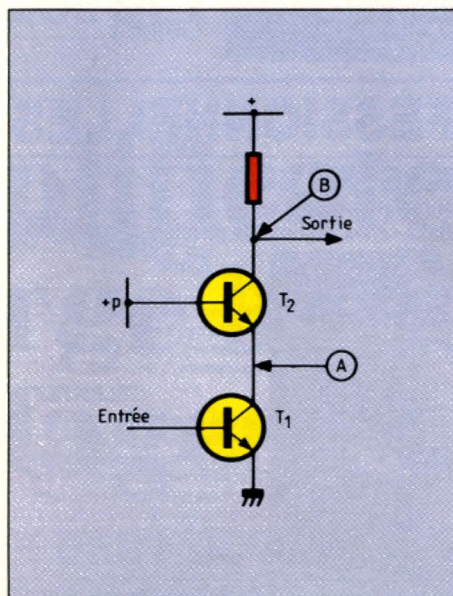

Fig. 11. — Dans cet étage « cascode », T_1 fonctionne en émetteur commun, mais, comme T_2 est monté en base commune, le point (A) est presque à potentiel fixe.
La figure 11 montre comment il agit. Le transistor T_1 est monté en émetteur commun (EC), et T_2 en base commune (BC), puisque le potentiel de sa base, p ,